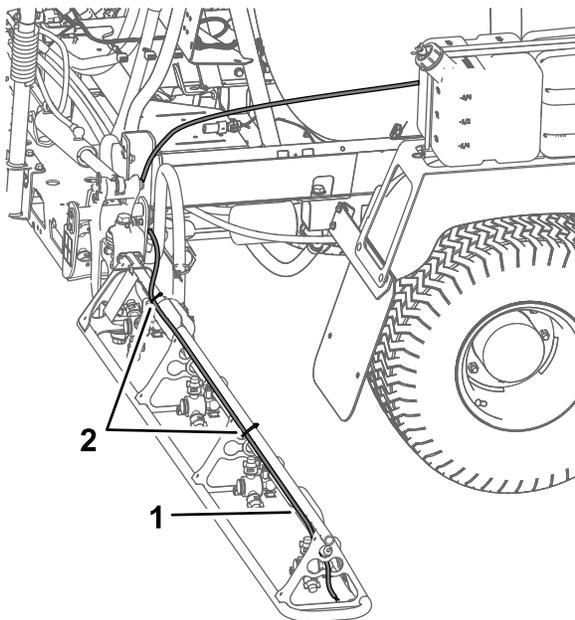

Figura 13
- A. Sulla barra destra, montate il tubo della schiuma lungo il lato posteriore dell'asta di supporto superiore (Figura 13).